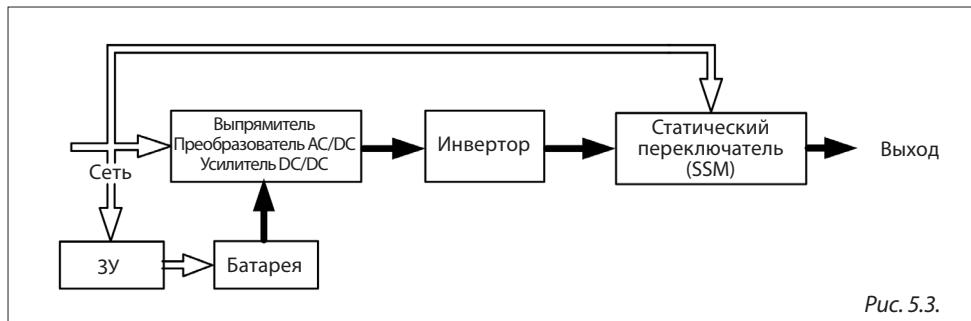

Рис. 5.3.
3. При исчезновении напряжения сети ИБП работает, как показано на рис. 5.3. Когда уровень батареи станет низким, зуммер начнет подавать непрерывный сигнал, пока батареи не отключатся. Чтобы не допустить глубокого разряда, ИБП автоматически отключит батареи, когда их уровень опустится до установленного предела.